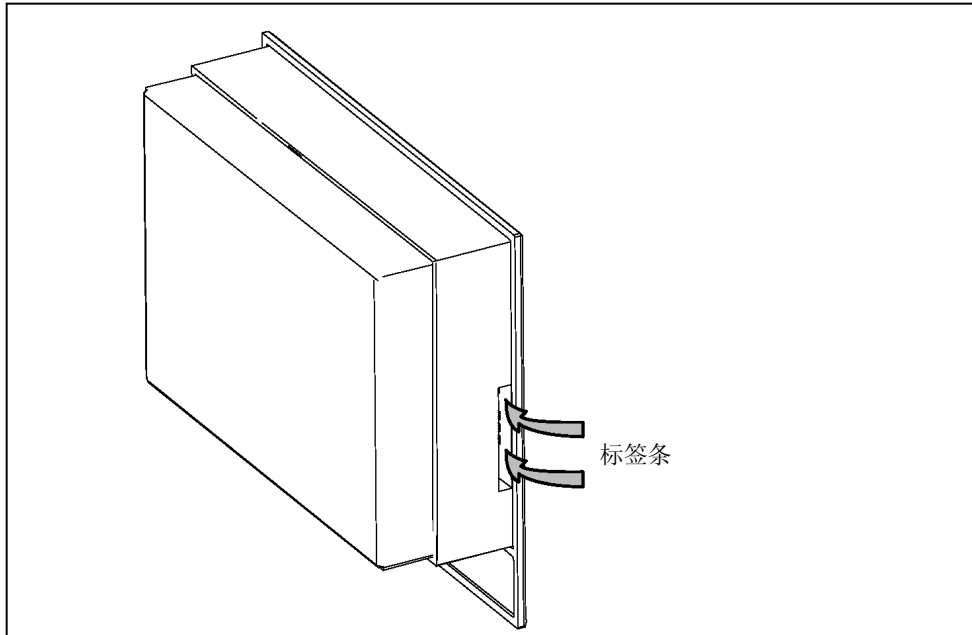

图2-1 插入标签条
3.	使标签向下，插入前面板中的狭缝中（如果需要的话可以使用镊子）。每个位置都在图2-1中使用箭头进行了标记。